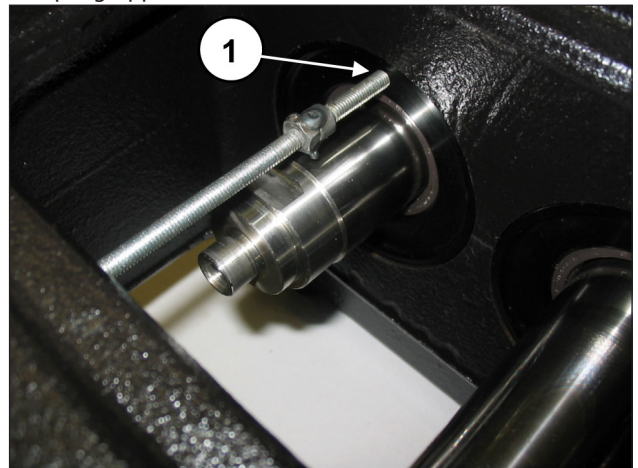
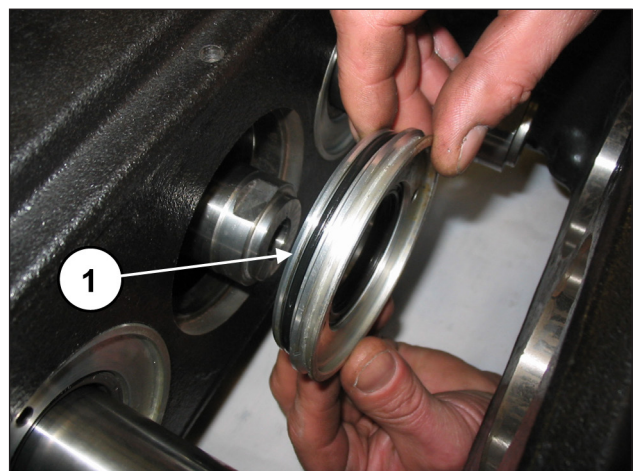

Abb. 3
Abb. 4
Drehen Sie einer Gewindestange oder eine Schraube M6 als Abzieher in die entsprechenden Bohrungen am Ölabstreifring-Deckel ein (Pos. ①, Abb. 3) und nehmen Sie die Deckel von der Pumpengruppe ab (Pos. ①, Abb. 4).